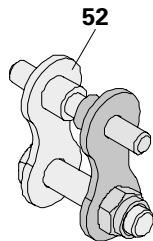

Fig. A9.02
1. Démonter l'adaptateur. (Fig. A9.02 + Fig. A9.03a)
2. Insérer les boulons (52.1) et les boulons filetés (52.2) dans les trous des cosses de connexion de l'étau tirant-poussant (RS).